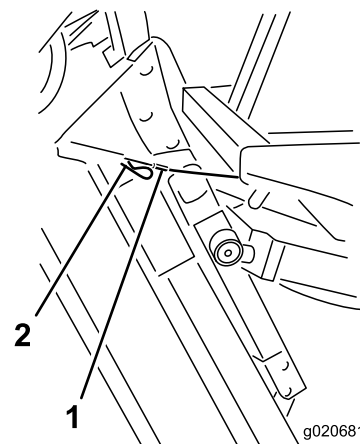

Рисунок 82
6. Удерживая режущий блок в вертикальном положении, установите конец троса на штифт подъемного рычага режущего блока и зафиксируйте его игольчатым шплинтом (Рисунок 82).